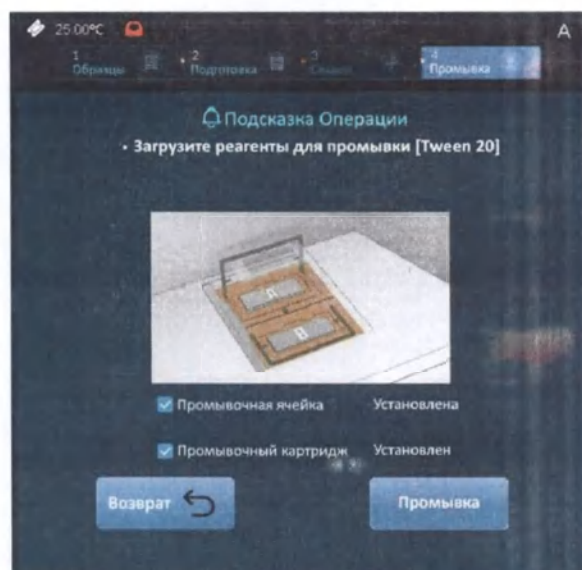
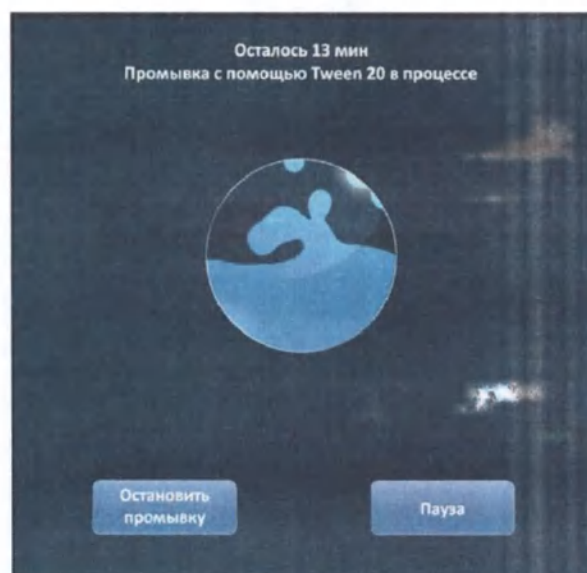

Рисунок 45. Запуск промывки
Рисунок 46. Экран во время промывки
- ♦ Загрузите промывочную проточную ячейку и соответствующий промывочный картридж в камеру с охлаждением до упора. Нажмите на кнопку «Промывка» (рис. 45), после чего система автоматически начнет промывку и отобразится окно с оставшимся временем и промывающим раствором (рис. 46).